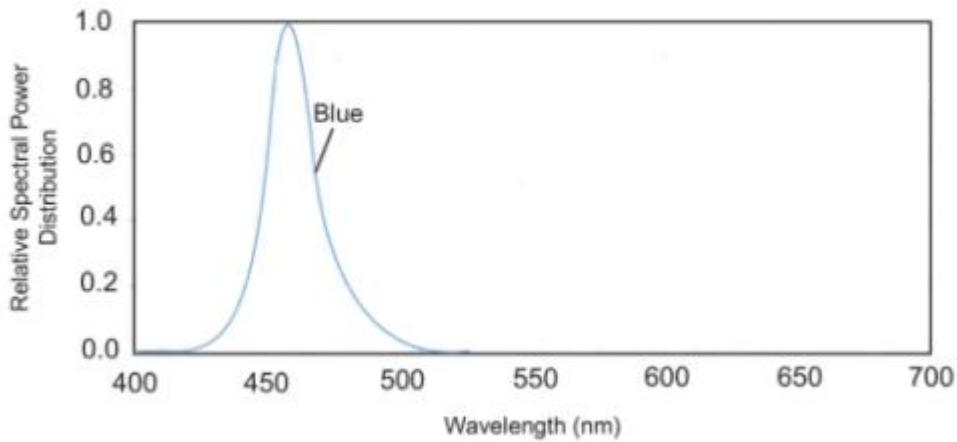

图 3 蓝光 LED 光谱图
- 3) Blue LED spectral range (Figure 3): wavelength 460nm;